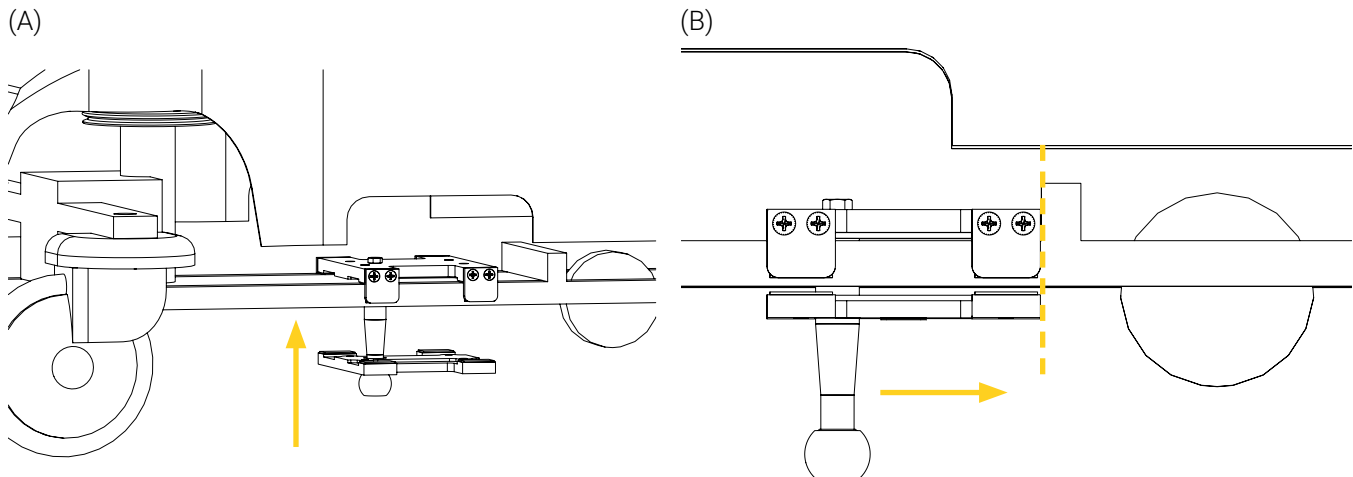

Figure 31: Insertion de la Tige d'attelage côté pied sur le cadre de la civière
6. Insérer la plaque inférieure de la Tige d'attelage côté pied à l'intérieur du cadre de la civière (Figure 31 A).
7. Joindre les plaques supérieures et inférieures, les faire glisser sur le cadre civière jusqu'à ce qu'elles soient appuyées contre la roue directionnelle (Figure 31 B).